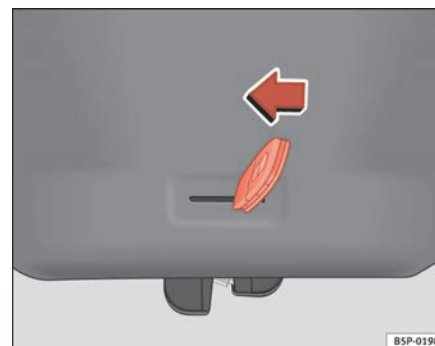

Fig. 66 Portón trasero: apertura de emergencia
- Introduzca el espadín de la llave en la ranura y desbloquee el sistema de cierre, dirigiendo la llave de derecha a izquierda, tal como indica la flecha ⇒ **fig. 66. ■**